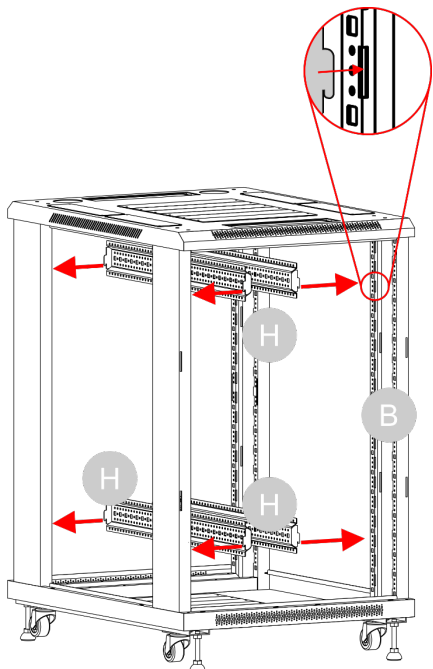

Fig. 29
- 13) Far scorrere le 4 **staffe orizzontali (H)** nei fori dei 2 **telai (B)**, come illustrato nella Fig. 29. Assicurarsi che le **staffe orizzontali (H)** siano installate orizzontalmente e non inclinate.